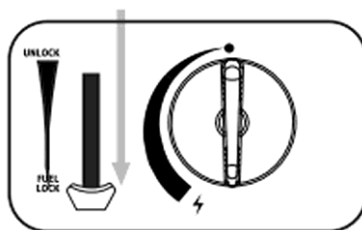

Fig. 8
4. Derefter tryk patronlåsehåndtaget (20) ned i FUEL LOCK -positionen (13); (Fig. 8)